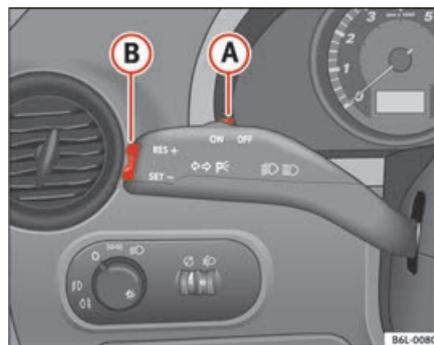

Fig. 108 Leva degli indicatori di direzione e degli abbaglianti: interruttore e tasto di comando del regolatore di velocità
- Premere la parte superiore del tasto **RES** ⇒ **fig. 108** **(B)** per aumentare la velocità. La velocità sale finché si tiene premuto il tasto. Il sistema memorizza come parametro di riferimento la velocità raggiunta nel momento in cui si lascia andare il tasto.
Se si riduce la velocità schiacciando il pedale del freno, il regolatore si disattiva. Per riattivare il regolatore di velocità si deve premere una volta sulla parte superiore del tasto **RES+** ⇒ pag. 149, fig. 108 **(B)**.